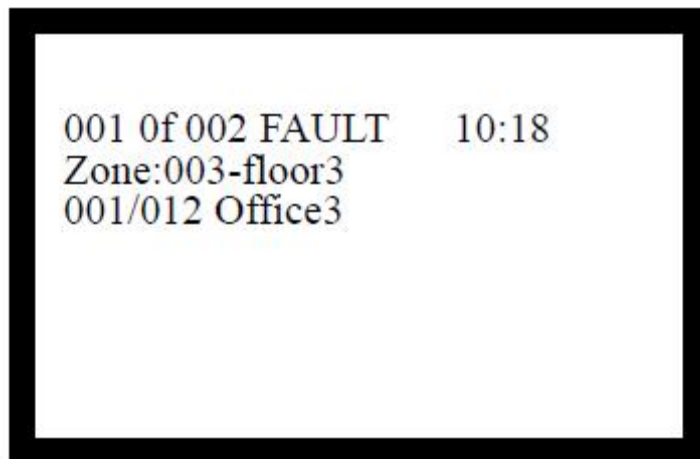
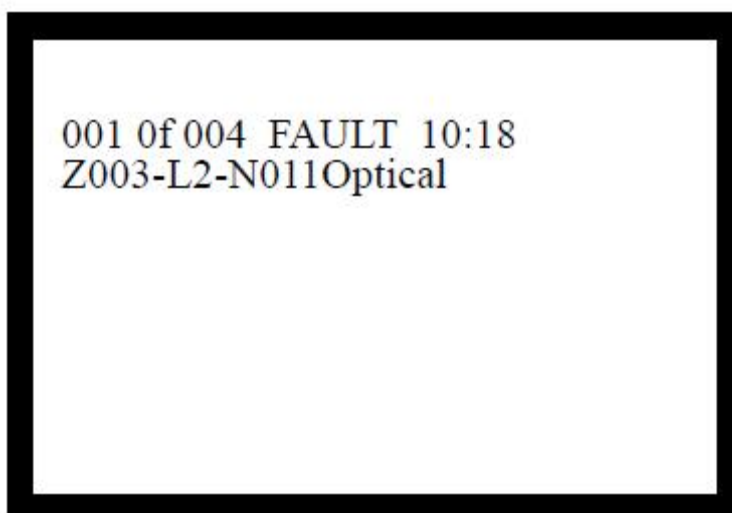

Рис. 5-5
Рис. 5-6
- На ЖК дисплее отобразится сообщение о неисправности. На рис. 5-5 показано сообщение в режиме отображения зон, а на рис. 5-6 в режиме отображения шлейфа.